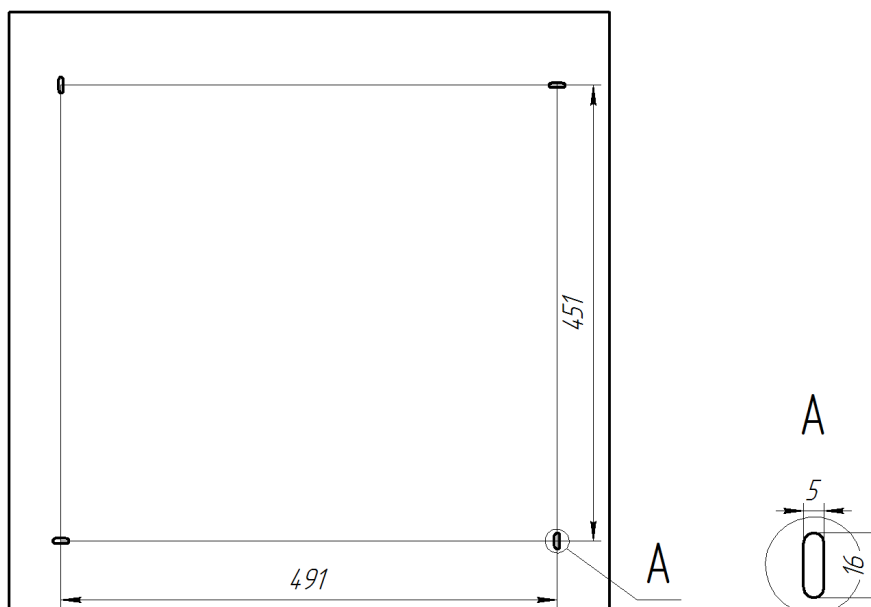

Рисунок 3. Расположение установочных отверстий на корпусе светильника Ecomex Office 595 для накладного монтажа.
5.3.1. Для установки светильника необходимо повернуть торцевую панель и аккуратно снять рассеиватель. Надежно закрепить на ровной поверхности корпус светильника при помощи креплений (не входят в комплект поставки), габариты для монтажа см. рисунок 3.